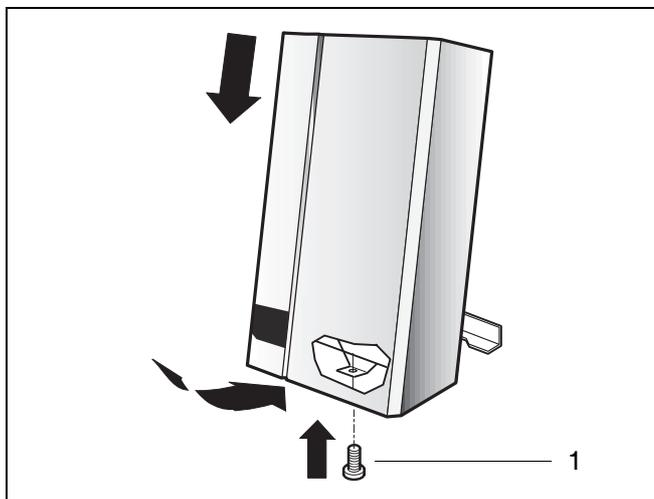

Fig. 37 Montare il rivestimento
Applicare il rivestimento ed avvitare la vite di fissaggio (fig. 37, pos. 1).